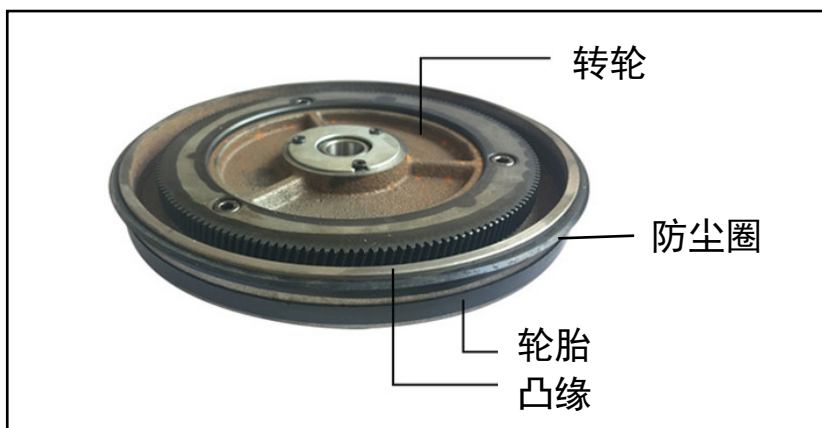

图 180-15
2. 使用后，如图 180-15 所示清洁工具及其转轮、轮胎、凸缘、锯片上沾染的切割用蜡、锯屑和尘土。如果因轮胎磨损严重造成锯片滑脱或切割定位不良，或者转轮的凸缘损坏，则应更换轮胎。